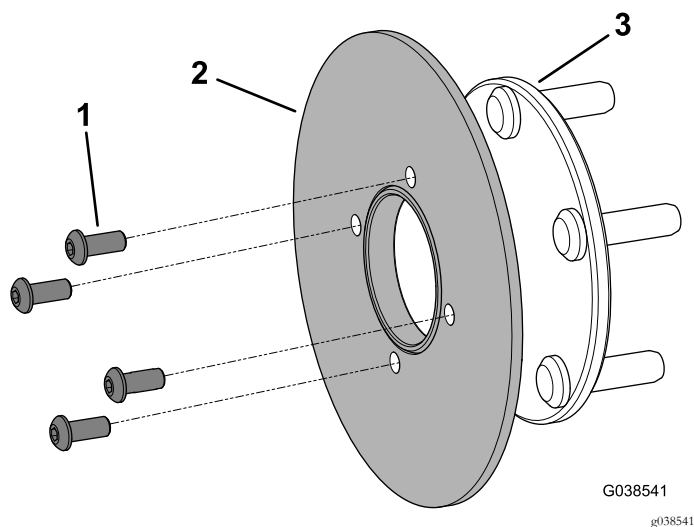

Figure 7
- Retirez les 4 boulons à tête creuse hexagonale (5/16" x 3/4") et déposez le disque du moyeu (Figure 7).
6. Montez le disque sur le moyeu à l'aide de 4 boulons à tête creuse hexagonale (5/16" x 3/4"), comme montré à la Figure 7.